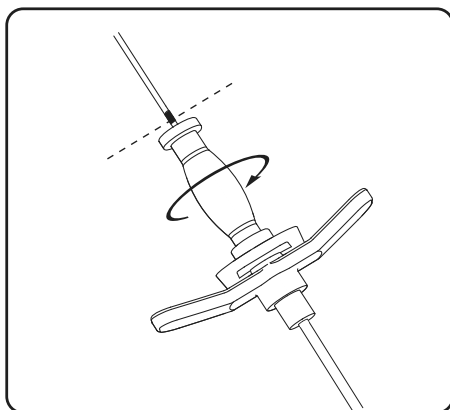

Abbildung 11. Den Dilator von der Einführhülse freimachen
6. Den Dilator um 90 Grad drehen, um ihn von der Einführhülse zu lösen (**Abbildung 11**). Darauf achten, dass die Einführhülse an Ort und Stelle bleibt, die Richtungsführung und den Dilator herausnehmen (**Abbildung 12**).